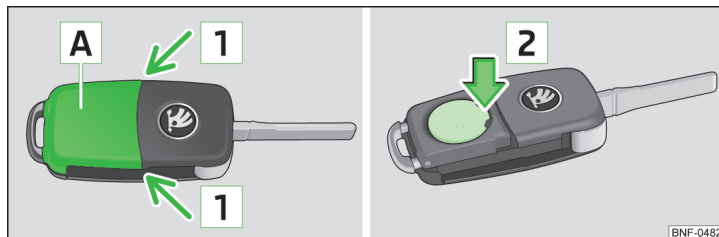

Fig. 120 Demontarea capacului / scoaterea bateriei
- Apăsați capacul bateriei [A] » fig. 120 cu degetul mare sau cu o șurubelniță cu vârf plat, în locurile marcate cu săgețile [1].